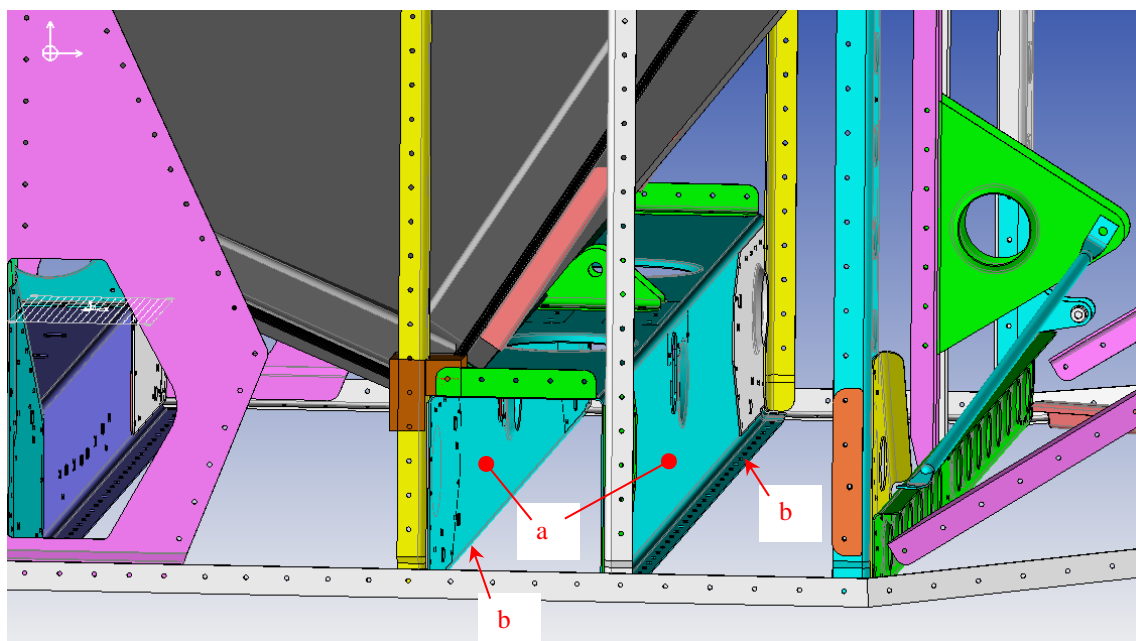

Fig 1 – Vue CAO des zones à inspecter
1. Inspecter les 2 lignes de rivets situées sous le fuselage (zones b de la Figure 1).
2. Soulever la banquette et inspecter l'âme verticale du caisson de train principal (zones a de la Figure 1).